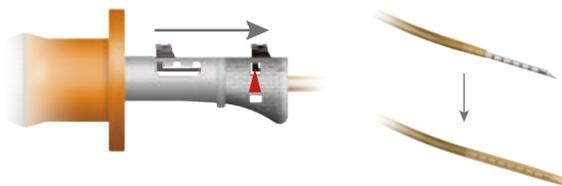

図2
1. 安全性を高めるために、シャフト部分をベンディングする前にニードルをデプスリミッターで保護（図2）します。